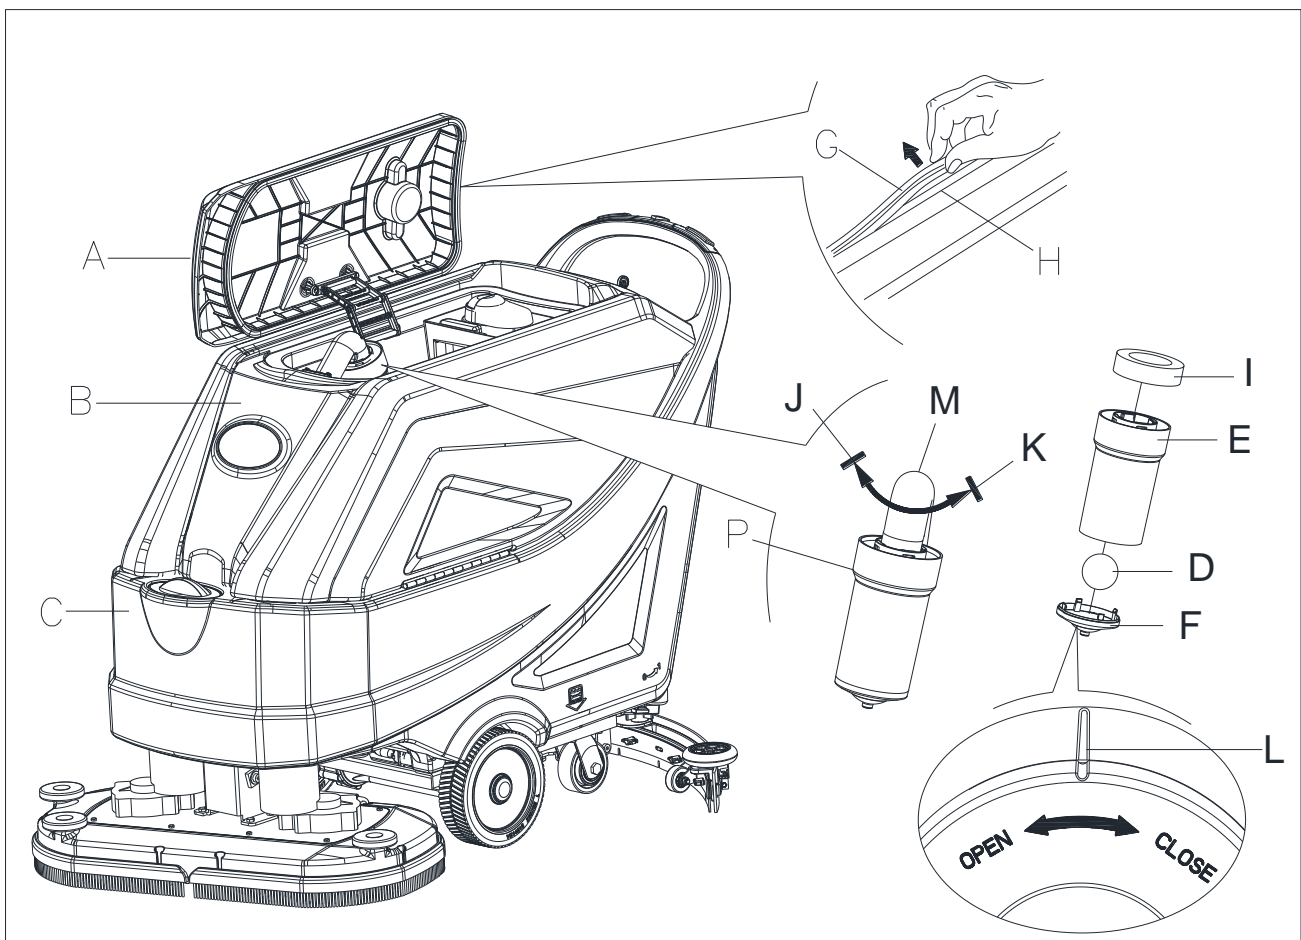

Рис. 29
3. Откройте крышку бака грязной воды (А, Рис. 29), переведите ее в положение 90 градусов, а затем извлеките из бака поплавковый фильтр (Р).
5. При необходимости, следуйте символам «ОТКРЫТЬ» и «ЗАКРЫТЬ», как показано на (Рисунке 29), чтобы снять нижнюю крышку (F) поплавкового фильтра, а затем очистите поплавок (D), рамку-держатель фильтра (Е) и губку фильтра (I). После очистки, зафиксируйте поплавок (D) в рамке-держателе фильтра (Е), а затем совместите метку паза (L) нижней крышки (F) поплавкового фильтра с меткой паза (L) рамки-держателя поплавкового фильтра (Е). Закрутите плотно нижнюю крышку поплавкового фильтра, и закрепите губку фильтра (I) в рамке-держателе поплавкового фильтра (Е). Наконец, подключите его к вакуумной напорной трубке (М).